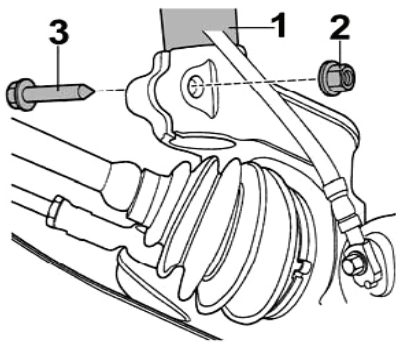

Fig. 1:
- Fig. 1 Untere Federbeinbefestigung (2, 3) abschrauben.
- Fig. 1 Unscrew lower suspension strut attachment (2,3).
- Fig. 1 Dévisser la fixation inférieure de jambe de force (2, 3).
- Fig. 1 Desatornillar la sujeción inferior del amortiguador (2, 3).